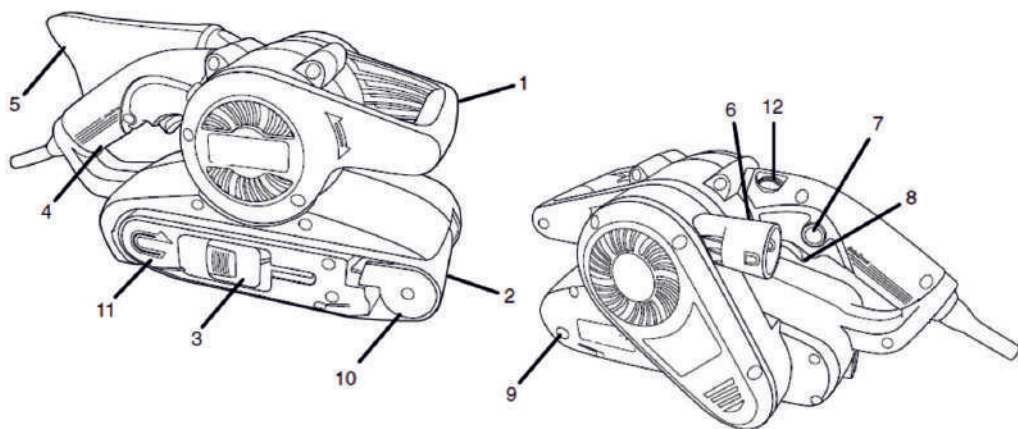

Рис. 1
- вращая винт (поз. 9, Рис.1) по часовой или против часовой стрелки, обеспечить параллельность шлифовальной ленты к плоской стороне инструмента. ..
Для регулировки оборотов необходимо вращать регулятор оборотов (поз. 12, Рис. 1).
Для установки мешка-пылесборника или подключения пылесоса используется патрубок (поз. 6, Рис. 1).
Включение и выключение инструмента производится путем нажатия пускового курка (поз. 8, Рис.1). Инструмент следует включить до момента соприкосновения с обрабатываемой поверхностью. Перед тем как выключить инструмент, его следует поднять над обрабатываемым изделием.
- нажмите на курок (поз. 8, Рис.1).
- не отпуская курок, нажмите на кнопку фиксации курка (поз. 7, Рис.1).